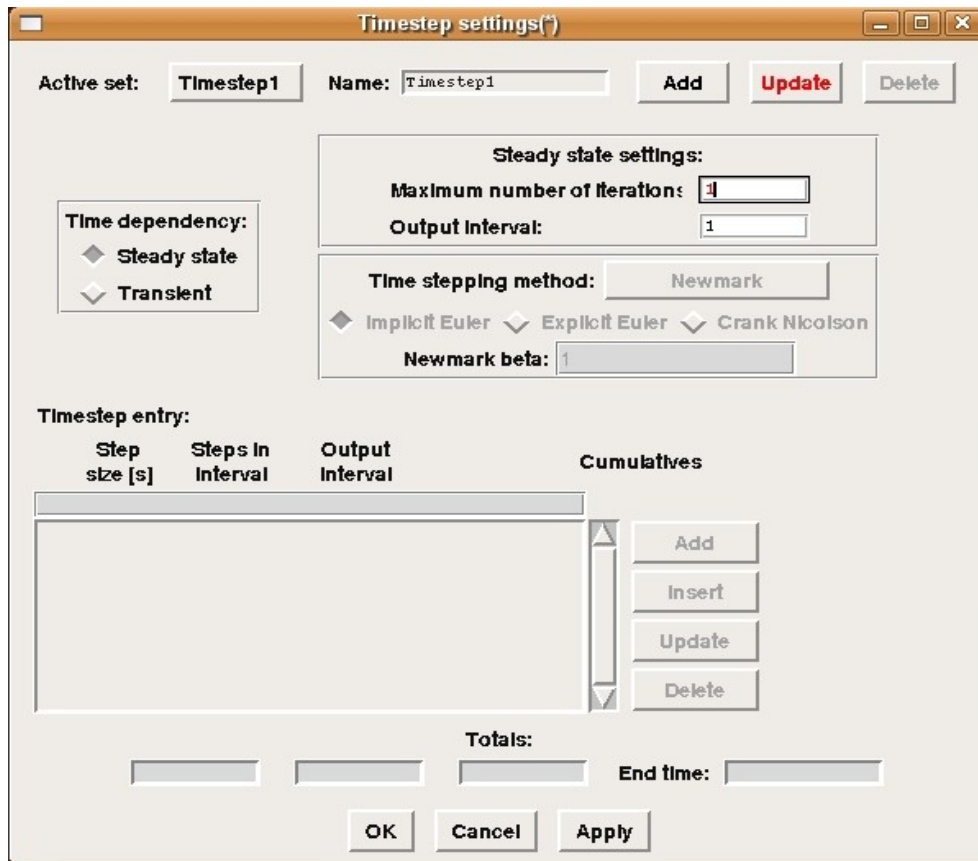

Figura 2.15. Fiestra gráfica das opcións da resolución temporal
- Na fiestra que aparece (ver figura 2.15) é necesario modificar o valor do campo **Maximum number of iterations** por 1 na fiestra **Steady state settings...**